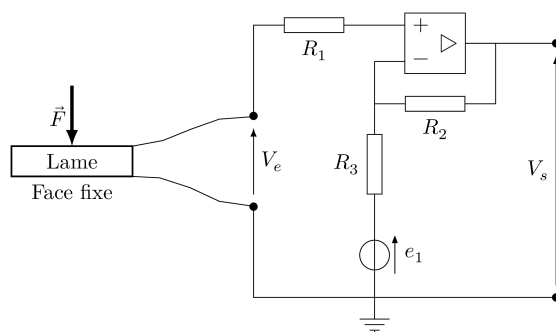

Figure 1
1. Après avoir rappelé le modèle de l'amplificateur linéaire intégré idéal, exprimer la tension V_e en fonction de e_1 , V_s et des différentes résistances (figure 1).